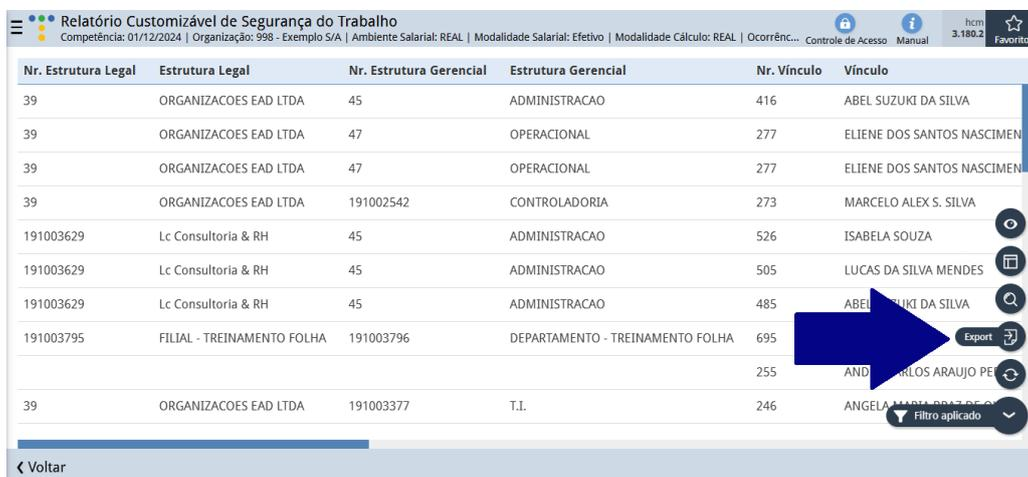

Figura 150: Exportar
- Selecione a opção **Export** (Figura 150).